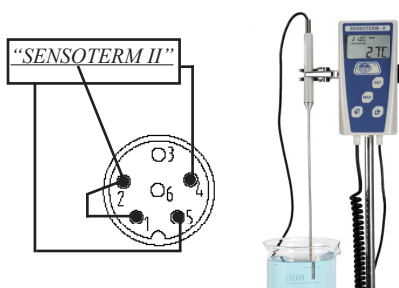

Figura 2
- La conexión se muestra en la figura 2.